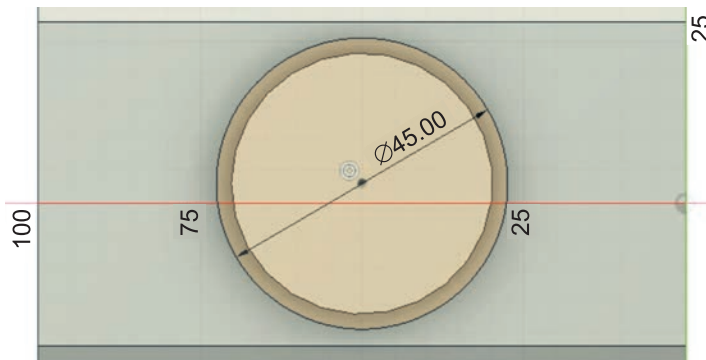

Рис. 39. Изображение окружности ограничителя
- 2.10. С помощью **Center Diameter Circle** из группы **Create** изобразим ещё одну окружность диаметром **45 мм** с центром, совпадающим с центром предыдущей окружности (рис. 39).